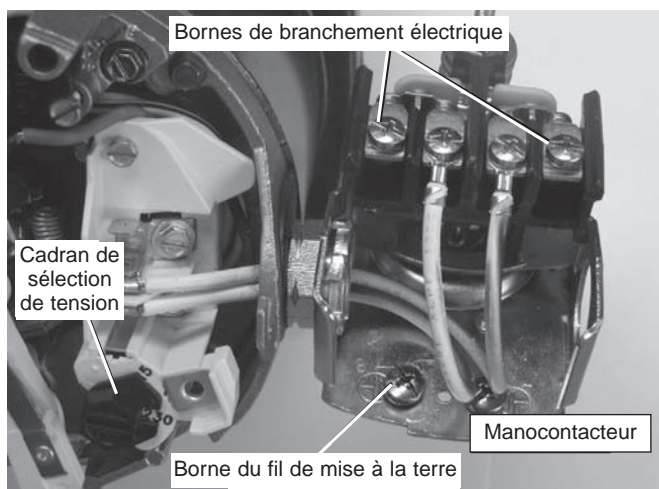

Figure 8 : Tension réglée à 230 volts sur sélecteur à cadran
3. Fixer les fils d'arrivée de courant aux deux vis extérieures du manostat (figure 8).
4. Relier le fil de terre aux bornes de raccord de mise à la terre (figure 8).